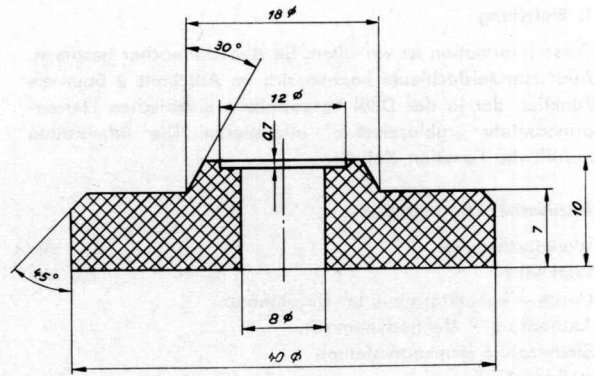

Abb. 4
4.1.4 Aufnahmeering für Unruh gemäß Abb. 4